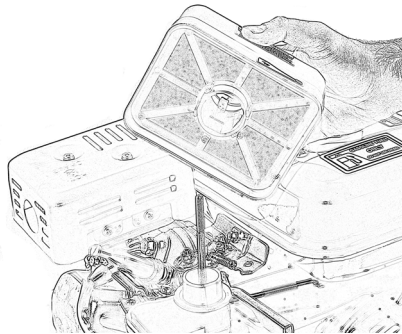

Bild 24
- Öppna vingmuttern på luftfilterhusets ovansida och dra huset uppåt, fig. 24.